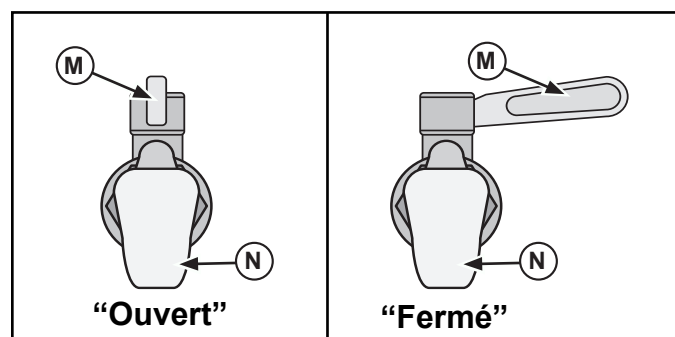

Figure 4. Robinet de vidange et positions de la manette.
- Pour les appareils comportant un bain, assurez-vous que la manette du robinet de vidange (M) est en position fermée (Figure 4). Ou bien, attachez le circulateur à une cuve de 5,3 qt (5 l) à 31,7 qt (30 l) de volume.